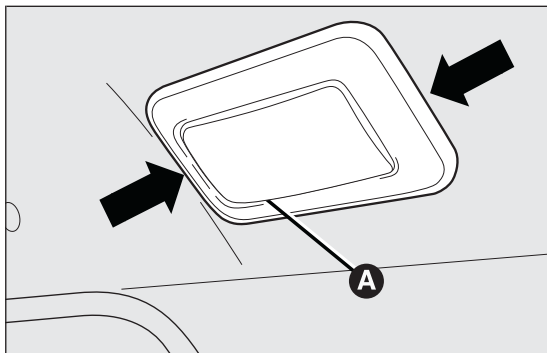

fig. 152
- ☐ extraer el plafón A fig. 152 interviniendo en los puntos indicados por las flechas;